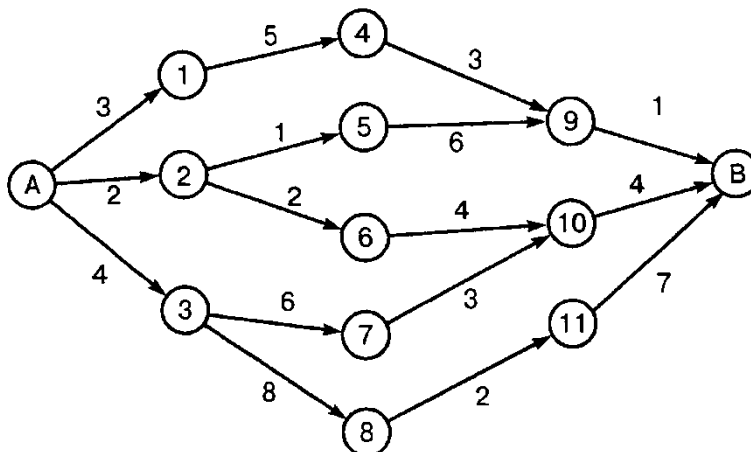

Рис. 30.25
3. Пожарной службе необходимо определить кратчайший путь от гаража (пункт *A*) до нефтеперерабатывающего завода (пункт *B*) по данным в километрах, указанным на рис. 30.25.